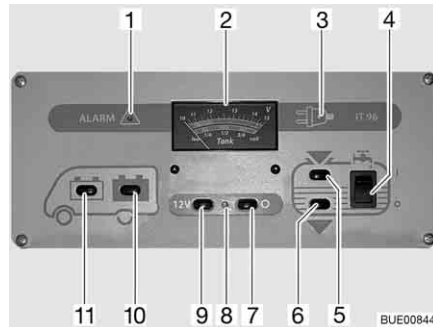

Fig. 140 Panneau de contrôle IT 96-2
L'interrupteur principal 12 V (Fig. 140,7 et 9) établit ou coupe le panneau de contrôle et l'alimentation 12 V de la cellule.
*Mise en marche :* ■ Appuyer sur le commutateur (Fig. 140,9) "12 V" : L'alimentation 12 V de la cellule est assurée. Le voyant de contrôle (Fig. 140,8) s'allume en vert.
*Mise hors service :* ■ Appuyer sur le commutateur (Fig. 140,7) "O" : L'alimentation 12 V de la cellule est coupée. Le voyant de contrôle (Fig. 140,8) s'éteint.
Observer sur l'indicateur de charge/de niveau de réservoir (Fig. 140,2), la graduation supérieure. L'indicateur s'éclaire automatiquement dès qu'un commutateur est actionné.
- Appuyer sur le commutateur (Fig. 140,11) "🔋" : La tension de la batterie de démarrage est affichée.
- Appuyer sur le commutateur (Fig. 140,10) "🔋" : La tension de la batterie de cellule est affichée.
Observer sur l'indicateur de charge/de niveau de réservoir (Fig. 140,2) la graduation inférieure. L'indicateur s'éclaire automatiquement dès qu'un commutateur est actionné.
- Appuyer sur le commutateur (Fig. 140,5) "": Le niveau du réservoir d'eau est affiché.
- Appuyer sur le commutateur (Fig. 140,6) "": Le niveau du réservoir d'eaux usées est affiché.
- Commutateur à bascule (Fig. 140,4) vers le haut "I" : L'alimentation en eau est activée.
- Commutateur à bascule (Fig. 140,4) vers le bas "O" : L'alimentation en eau est désactivée.
Le voyant d'alerte rouge "ALARM" (alarme) (Fig. 140,1) clignote dès que la charge de la batterie de cellule descend en dessous de 11 V (mesurée en marche) et qu'il y a risque de décharge profonde des batteries.
Le voyant de contrôle 12 V (Fig. 140,8) s'allume dès que l'interrupteur principal 12 V (Fig. 140,9) est enclenché.
Le voyant de contrôle jaune 230 V (Fig. 140,3) s'allume si l'arrivée du bloc électrique est sous tension de réseau.